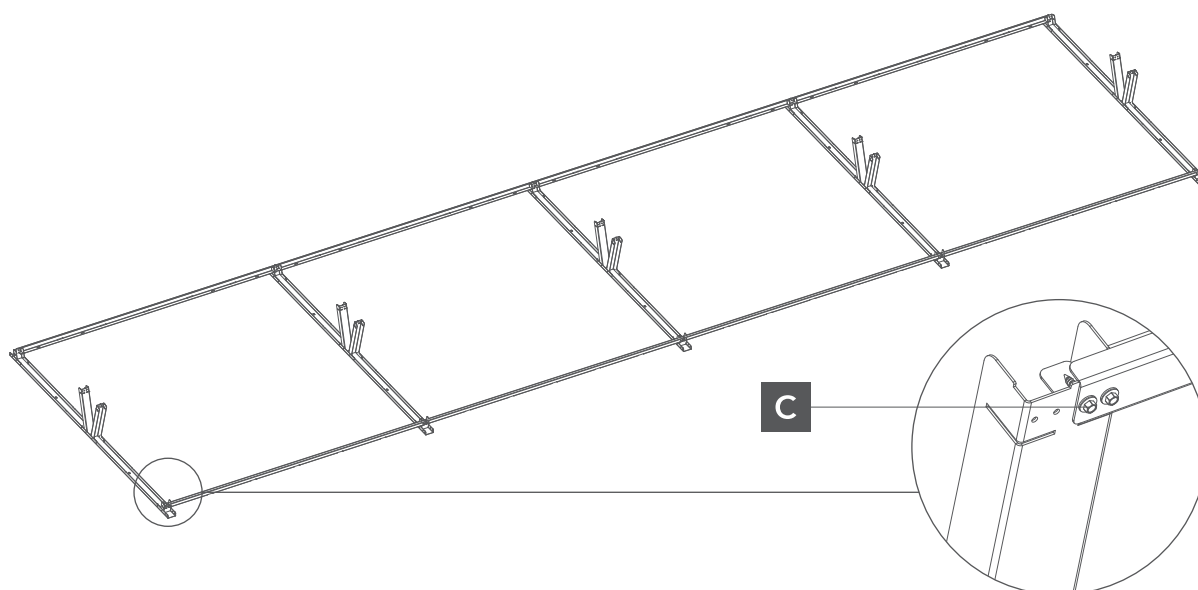

Rys. 1. Plan rozmieszczenia modułów
- 1** Przed przystąpieniem do montażu należy określić plan rozmieszczenia modułów (Rys. 1) oraz trójkątów montażowych (Rys. 2). Sposób mocowania konstrukcji montażowej do połączi dachu uzależniony jest od jego rodzaju i dobierany jest indywidualnie.